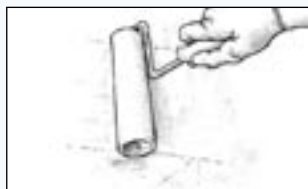

Рис. 30. Обработайте роликом небольшой участок. Эпоксидный материал должен быть уложен равномерным слоем.
4. Медленно обработайте валиком участок площадью примерно 600 мм X 600 мм для равномерного распределения материала на поверхности (Рисунок 30).